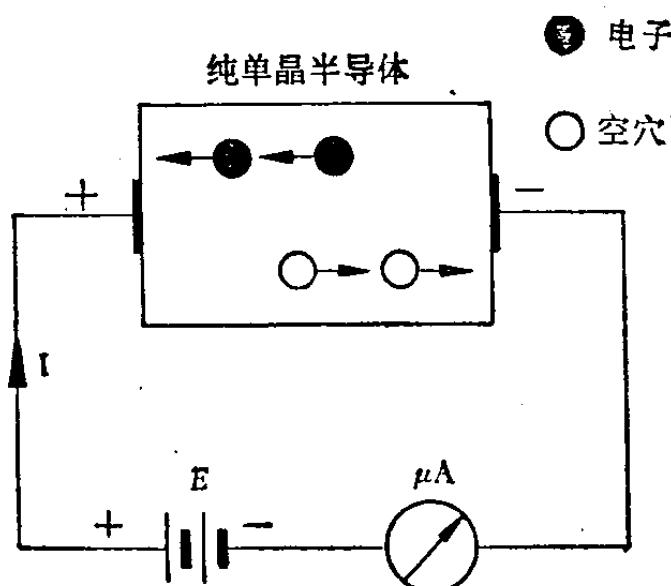

图 1-5 半导体中载流子的移动
由此可见，在一定温度下，半导体中存在着两种载流子，一种是带负电的自由电子，另一种是带正电的空穴，所以半导体在外加电压作用下，将同时产生两种载流子的导电现象，如图 1-5 所示的情形。其中的自由电子向正极移动形成电子电流，而空穴向负极移动形成空穴电流，因此流过外电路的电流等于电子电流和空穴电流的代数和，这就是纯单晶半导体的导电方式。下面我们再作一些说明。
(1) 图 1-5 中所示的空穴电流，实际上是由共有价电子依次递补空穴，而向正极移动的另一种电子电流，不过为了区别于自由电子所形成的电子电流，还是叫空穴电流更为方便。
(2) 在一般室温下，硅、锗单晶半导体中的电子和空穴的数量还是非常少的，因此电路中的电流也是非常小的，不过，硅、锗单晶半导体对温度十分敏感，温度越高，电流越大。
(3) 当温度升高时，半导体里由于热运动而不断产生自由电子，同时也出现相应数量的空穴，这种过程称为“热激发”，并且把产生的电子和空穴称为“电子-空穴对”。不过，在一定温度下，半导体里的“电子-空穴对”却能维持一定的数目，这是因为随着“电子-空穴对”的增多，自由电子在运动中与空穴相遇的机会也在增多，当自由电子与空穴相遇后，就会重新结合而消失，这是一个逆变过程，我们称之为“复合”。可见，“复合”的机会是随着“电子-空穴对”的增多而增多的，因而“电子-空穴对”的增多是有限制的。在一定温度下，两种运动过程可以达到动态平衡，这时，热激发和复合的过程虽然仍在继续不断地进行，但实际存在的“电子-空穴对”数目却是一定的。